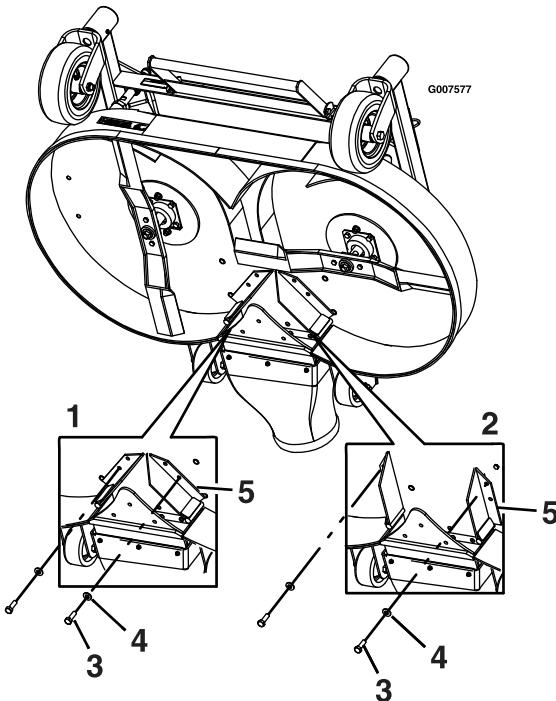

Figura 23
- Retire el perno y la arandela de la parte delantera de cada deflector del sistema de reducción de llenado (Figura 23).